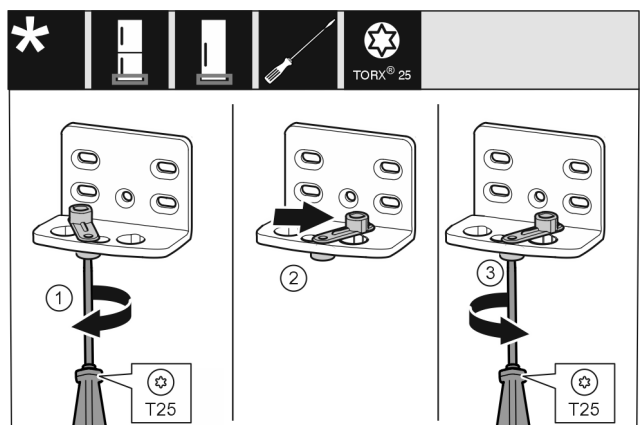

Fig. 17 \*
- ▶ Lazán tekerje be a csavart Fig. 17 (1) csavarhúzóval.\*
- ▶ Emelje meg az ajtó záródását segítő egységet Fig. 17 (2), és 90°-kal jobbra forgatva tekerje be a furatba.\*
- ▶ Húzza meg a csavart Fig. 17 (3) csavarhúzóval.\*